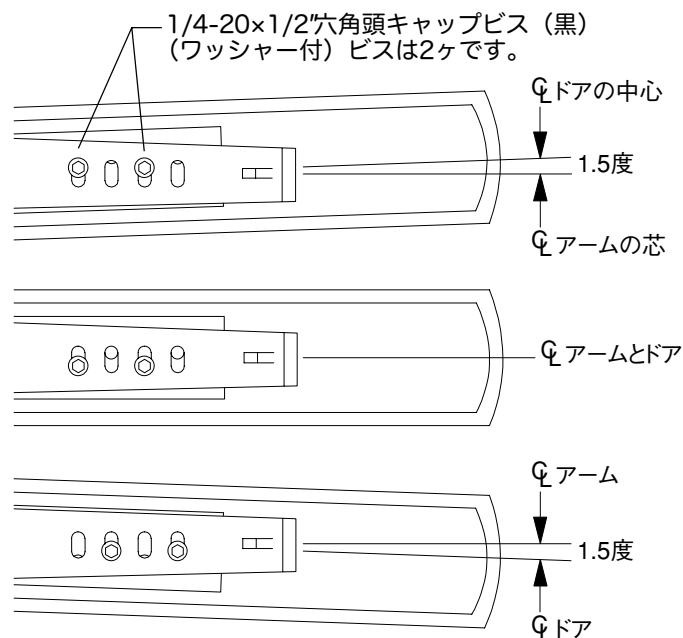

図11-6
- 11.8 2ヶの1/4-20×1/2(インチ専用ビス) 六角頭キャップビスとワッシャーを1つの長穴を通して、トップアタッチメントアームにしっかりと取り付けて下さい。(図11-6)